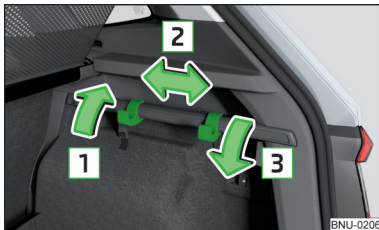

Abb. 139
- › Den Haken in Pfeilrichtung **1** nach oben klappen und in die gewünschte Position in Pfeilrichtung **2** verschieben » Abb. 139.